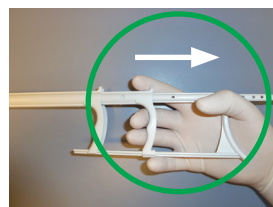

Figura 5
- e) Deje el pulgar doblado, en una posición como la que se puede ver en la Figura 5.